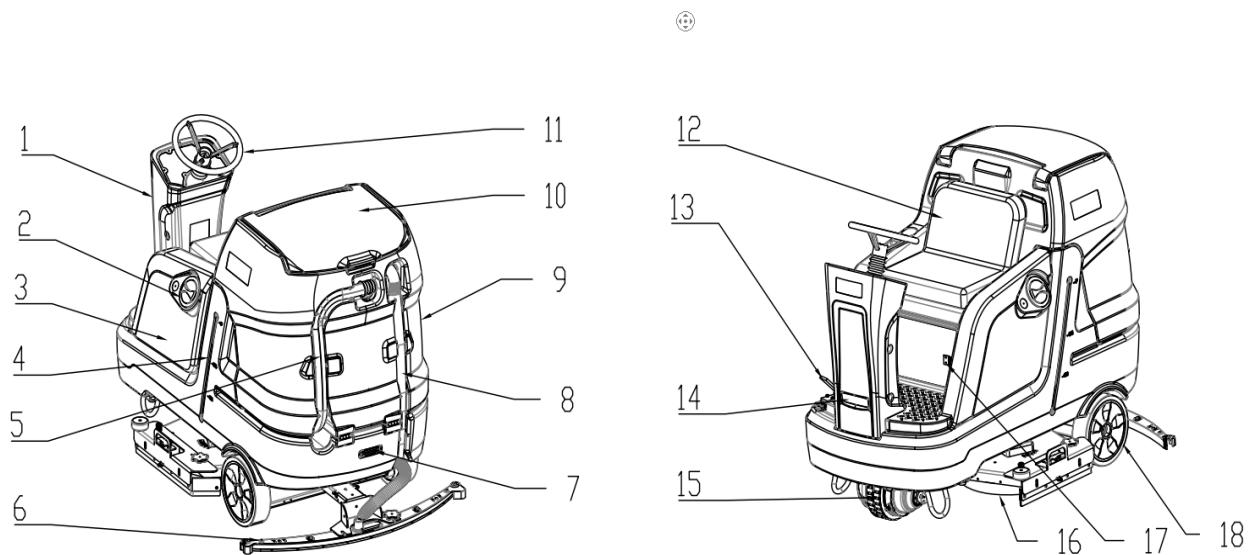

Рисунок 1
- Откройте крышку бака грязной воды (рис. 1, поз. 10), чтобы проверить отсутствие жидкости в баке (рис. 1, поз. 9). При ее обнаружении слейте воду через сливной шланг (рис. 1, поз. 5).